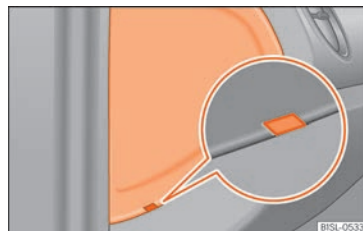

Fig. 44 En el lado del conductor: tapa de la caja de fusibles del tablero de instrumentos.
- Encaje un objeto plano, p. ej., un destornillador, en el rebaje » fig. 44 y desmonte la cubierta haciendo palanca con cuidado.